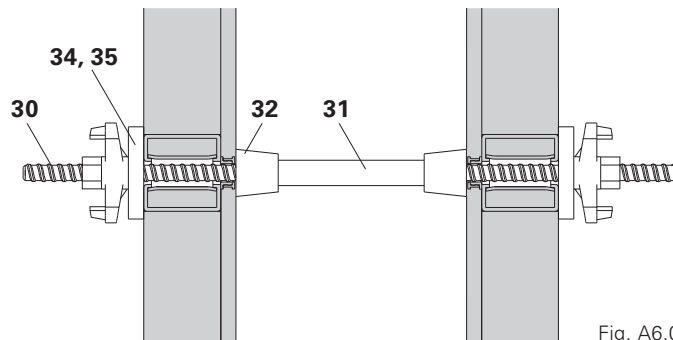

Fig. A6.02
- Tige DW 20 (30)
- Fourreau (31)
- Cône d'étanchéité DK (32)
- Contreplaque DW 20 (34)
- Ecrou 2 oreilles DW 20 (35) (Fig. A6.02)